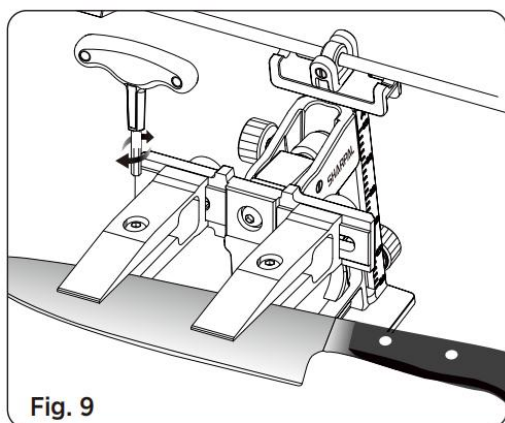

Fig. 9
3. Ajuste la posición de la cuchilla de manera que la distancia desde el extremo de cada pinza hasta el filo sea igual para ambas pinzas. Una vez que la posición de la cuchilla esté correctamente ajustada, apriete firmemente los tornillos de fijación en ambas pinzas usando la llave. (Ver Fig. 9)